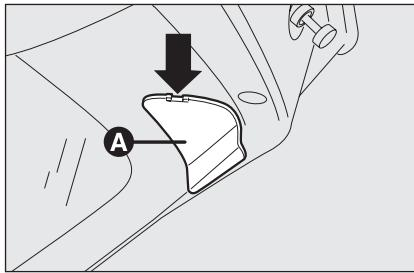

fig. 31
- quitar la tapa **A**-fig.31 interviniendo con un destornillador en el punto que indica la flecha;
- quite la tapa **A-fig. 31** interviñendo en el punto indicado por la flecha;
- vuelva a cerrar la tapa **A-fig. 31**.
- vuelva a colocar el grupo portalámparas fijándolo correctamente en su posición mediante las lengüetas de fijación **B-fig. 31**;